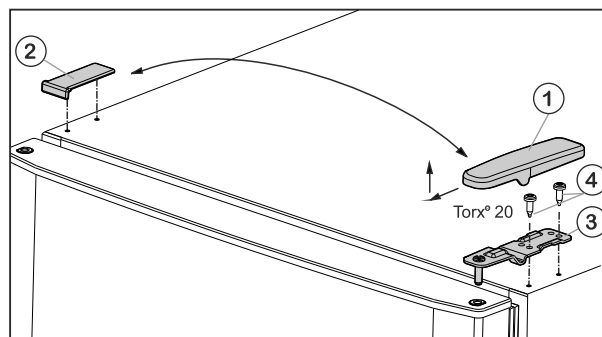

Fig. 5
- ▶ Pokrov Fig. 5 (1) snemite s potegom naprej in navzgor.
- ▶ Dvignite pokrov Fig. 5 (2).
- ▶ Odvijte zgornji ležajni podstavek *Fig. 5 (3)* (2-krat Torx® 20) *Fig. 5 (4)* in ga s potegom navzgor snemite.
- ▶ Zgornji ležajni podstavek *Fig. 5 (3)* vstavite na vrata na novi strani s tečaji.
- ▶ Zgornji ležajni podstavek **trdno (s 4 Nm)** privijte (2-krat Torx® 20) *Fig. 5 (4)*. Po potrebi uporabite akumulatorski izvijač.
- ▶ Pokrov *Fig. 5 (1)* na nasprotni strani od zunaj namestite in pripnite.
- ▶ Pokrov *Fig. 5 (2)* na nasprotni strani tudi od zgoraj namestite in pripnite.